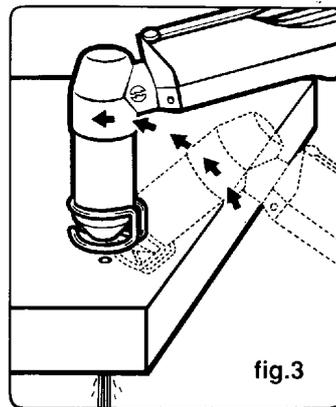

fig.3
- en el empleo manual (ver fig.3) disponer la antorcha en posición inclinada y enderezarla lentamente en manera tal que el metal fundido no sea chorreado sobre el inyector.